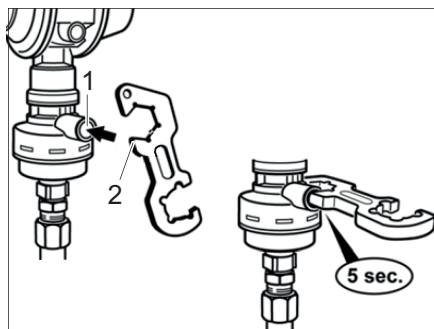

Bild 257 Crashsensor
- Mit der Schraubhilfe (Bild 257,2) oder einem ähnlichen geeigneten Gegenstand den Entsicherungsknopf (Bild 257,1) eindrücken und 5 Sekunden lang halten.